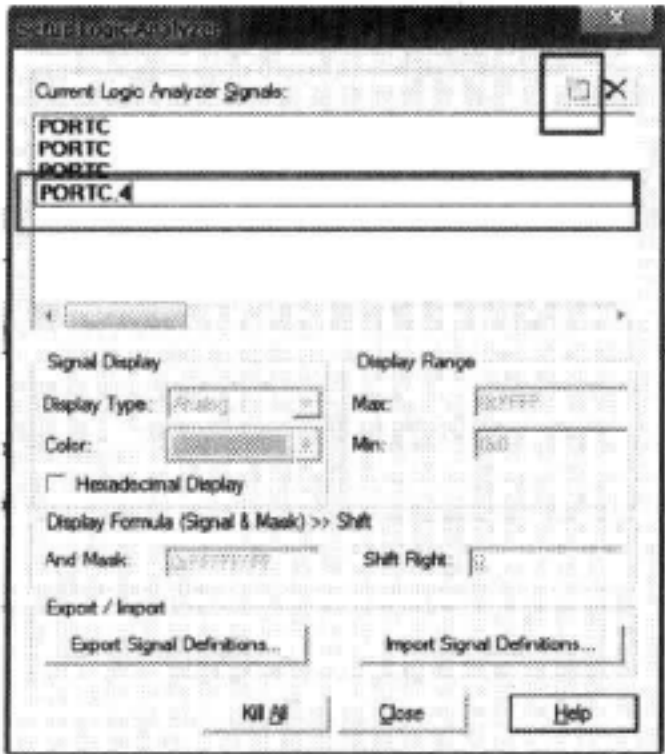

图 5-8 输入要查看的引脚
9) 在弹出的窗口中输入 PORTC.3、PORTC.4、PORTC.5，查看其运行效果，见图 5-8。